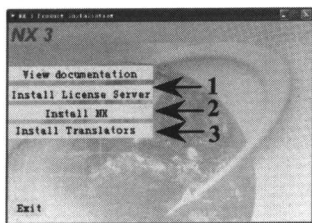

图 1-1 安装界面
(1) 将 UG NX 3 安装光盘放进光驱，在光盘中找出许可证文件 `ugnx3.lic` 的所在位置，然后复制到硬盘中。
(2) 用写字板打开 `ugnx3.lic` 文件，将文件开头第一行 `SERVER 《name》 ANY 27000` 中的 `《name》` 改为主机名，然后保存退出。
(3) 让光盘自动运行，出现如图 1-1 所示安装界面，按顺序选择安装。